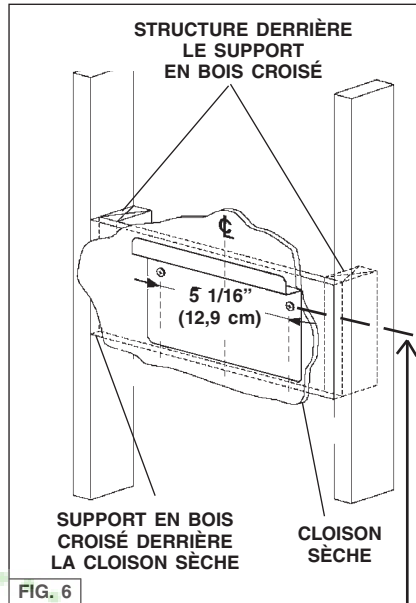

FIG. 6
1. Construisez une **structure** murale en bois à niveau avec la surface intérieure des poteaux de cloison. Fig. 6.